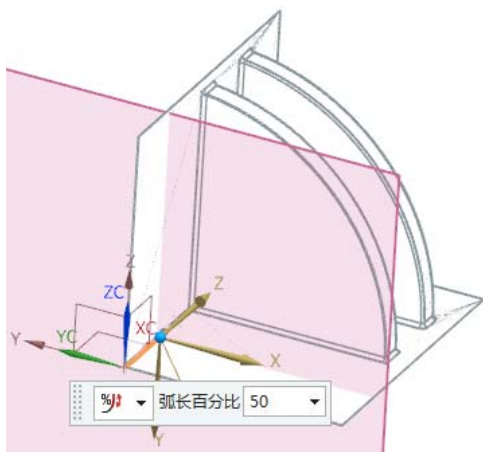

图 4-98 选择折弯边线
(3) 选择如图4-98所示的折弯边线，输入“弧长百分比”为50。